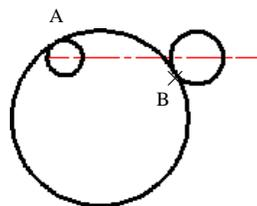

图 17.4.5 绘制第三个圆
Step5. 绘制第三个圆，如图 17.4.5 所示。选择下拉菜单 **绘图(D)** → **圆(C)** →